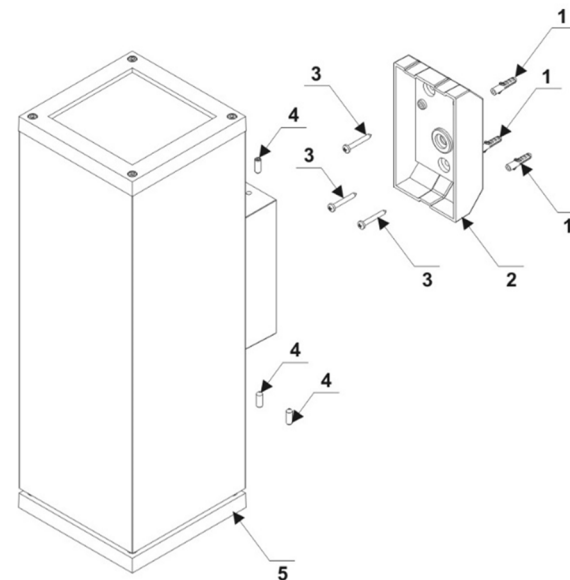

РИС.1. Монтаж светильника
5.1. Монтаж светильника (РИС.1)
- c) Отсоедините установочный кронштейн (2), вывернув крепежные винты (4);
- d) Наметьте и сделайте отверстия в монтажной поверхности, исходя из расположения отверстий на установочном кронштейне (2). Вставьте дюбели (1) в подготовленные отверстия в монтажной поверхности;
- e) Протяните питающий кабель сквозь центральное отверстие в установочном кронштейне (2);
- f) Прикрепите установочный кронштейн (2) к монтажной поверхности с помощью шурупов (3), используя подготовленные ранее отверстия с дюбелями. Не допускайте пережатия питающего кабеля;
- h) Прикрепите светильник (5) к установочному кронштейну (2) с помощью крепежных винтов (4), соблюдая направление установки, указанное стрелкой с обратной стороны светильника (мод. 3066А);